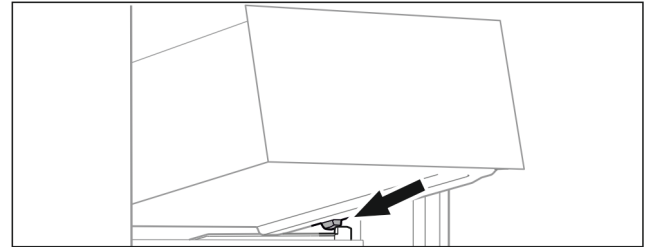

Fig. 48
- ▶ Schubfach schräg hinter den Stopperrippen auf Behälterrippe aufsetzen. (siehe Fig. 48)